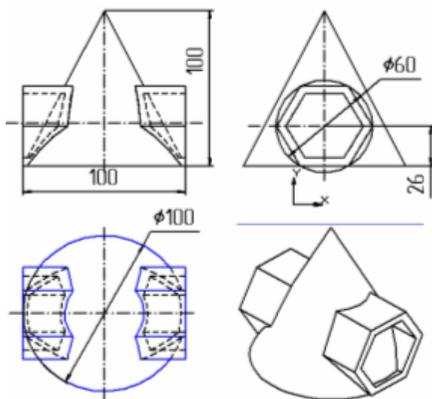

Рис. 118
**УПРАЖНЕНИЕ 1.** Построить фигуру, состоящую из шестигранной призмы и пересеченного с ней конуса, построенного «по сечениям» (см.рис.118) по приведенному алгоритму.